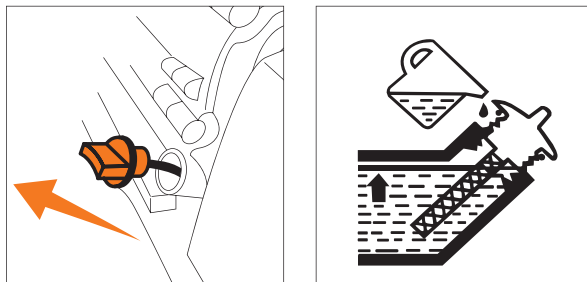

Рис. 17
- Разместите под двигателем подходящую емкость для сбора масла, затем снимите крышку/щуп (Рис. 17).